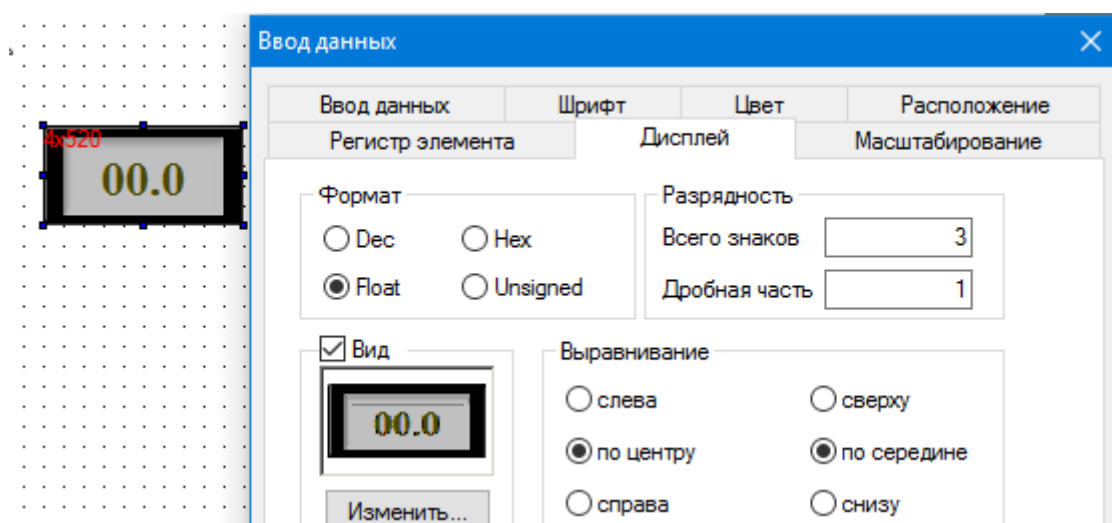

Рисунок 10 – Вкладка «Дисплей» при вводе числового значения
**Hex** – шестнадцатеричное число (рис. 10).